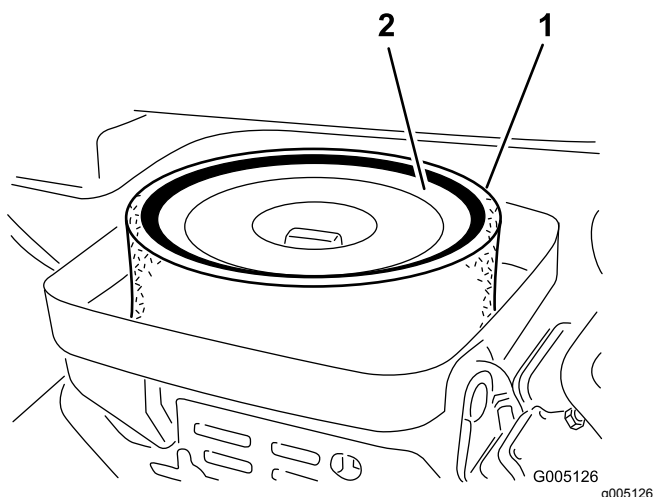

Figure 28
3. Enlevez l'écrou à oreilles qui fixe les éléments au boîtier du filtre à air (Figure 28).
4. Si l'élément en mousse est encrassé, sortez-le de l'élément en papier (Figure 28). Nettoyez-le soigneusement comme suit :